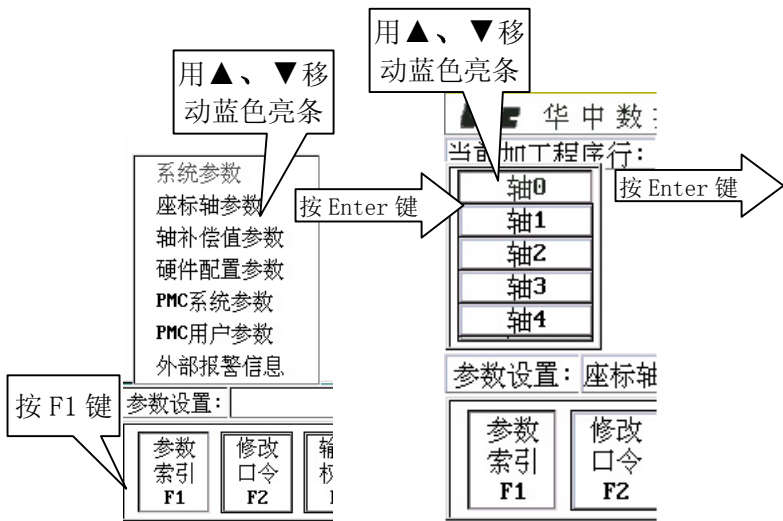

图 9.3.1 参数索引 图 9.3.2 坐标轴参数索引
- (1) 在参数功能子菜单下，按 **F1** 键，系统将弹出如图 9.3.1 所示的参数索引子菜单；
- (2) 用▲、▼选择要查看或设置的选项，按 **Enter** 键确定；